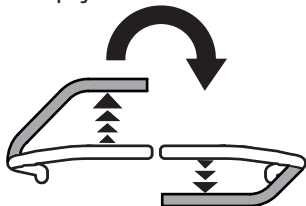

Fig. 27
- Pour tourner dans le sens horaire, déplacez le levier de contrôle gauche de la barre abdominale vers l'avant tout en déplaçant simultanément le levier de contrôle de la barre abdominale droite vers l'arrière (Fig. 27).